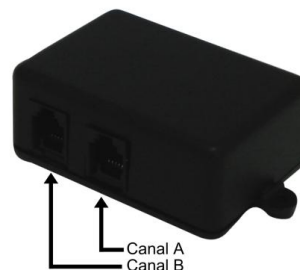

Fig. 42
- Canais de comunicação com os Sensores (Fig.42):